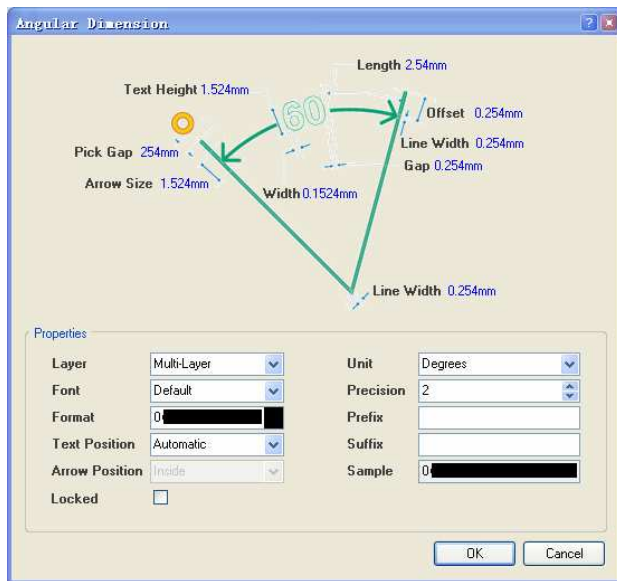

图 7.63 “Angular Dimension”对话框
(1) 单击“Utilities”工具栏中的尺寸工具按钮，在弹出的工具栏中选择角度标注工具按钮，或者选择“Place”->“Dimension”->“Angular”命令。
(2) 单击“Tab”键，打开如图 7.63 所示的“Angular Dimension”对话框。
如图 7.63 所示的“Angular Dimension”对话框用于设置角度标注的属性，其中的选项功能与“Linear Dimension”对话框中的对应选项功能相同。可参考对“Linear Dimension”对话框中选项的描述。